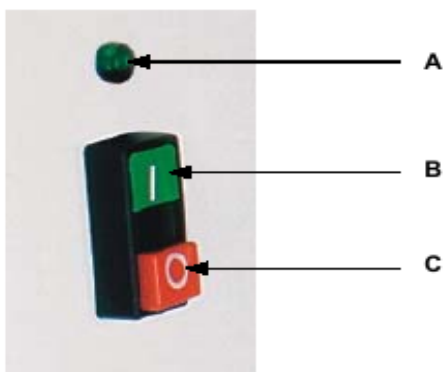

Рисунок 5
В - Пусковая кнопка зеленого цвета (Рис.5) – установка запускается после нажатия этой кнопки
- b) Убедиться, что на установку подается напряжение, что должно подтверждаться свечением контрольной лампы зеленого цвета (Рисунок 5).
Нажать кнопку «START/ON - включить» - «А» (Рис.5), чтобы запустить установку и начать выполнение технологического цикла.
- А. Установка не запустится, если кнопка запуска «А» зеленого цвета (Рис.5) находится в прижатом положении.
- Н.** Убедиться, что грибовидная головка кнопки аварийного останова «С» (Рис.5) не заблокирована и находится в рабочем положении (т.е. приподнята).